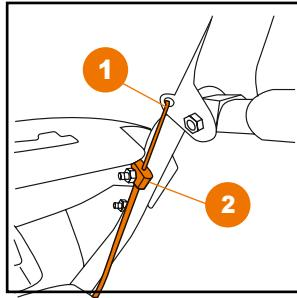

Рис. 7
- ё Зацепите правый трос привода на шнеки (1) к правой ручке на панели оператора (Рис. 7).
- ё Закрепите фиксатор рубашки троса (2) к верхнему болту крепления панели оператора (Рис. 7).